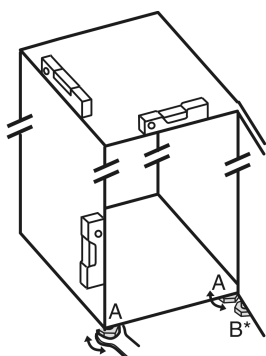

Fig. 8
- ▶ Развивайте регулируемите крачета Fig. 8 (A) с приложения гаечен ключ и с помощта на нивелир, докато уредът се изравни стабилно и хоризонтално.
- ▶ Развийте регулируемото краче Fig. 8 (B) на лагерната стойка с приложения гаечен ключ, докато то опре върху пода.
- ▶ Завъртете регулируемото краче Fig. 8 (B) с още 90°.